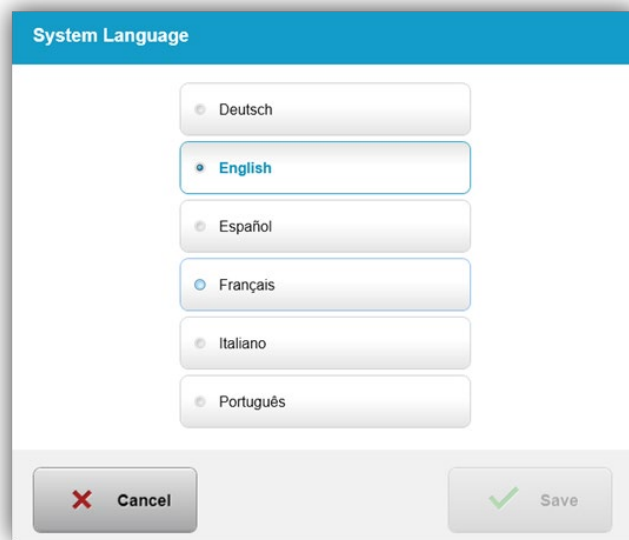

Figura 3-53. Editar el idioma del sistema
- Seleccione el idioma que desee del menú, tal como se muestra en la figura 3-53.